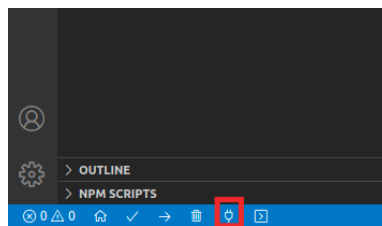

Figura 69. Abrir la terminal serie
4. Ejecute el depurador en PlatformIO. Cuando el programa empiece a funcionar, abra la terminal serie, haciendo clic en el botón con forma de enchufe disponible en la parte inferior de VS Code (Figura 69).